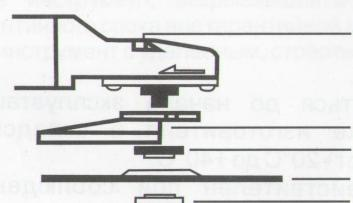

Рис. 2
7.2 Для монтажа рабочего инструмента отключить от сети штепсельную вилку шлифмашины. Фиксируя вал нажатием кнопки 1 механизма стопорения (рис.2), смонтировать круг по рисунку. Для закрепления гайки использовать ключ, имеющийся в комплекте поставки. Не прилагать усилия затяжки более 3 кг/м. Проверить вращение вала с рабочим инструментом (вращение от руки должно быть свободным).
7.4 В случае затруднения демонтажа рабочего круга, во избежание поломки стопора 1 (рис. 2), используйте гаечный ключ для удержания вала инструмента.